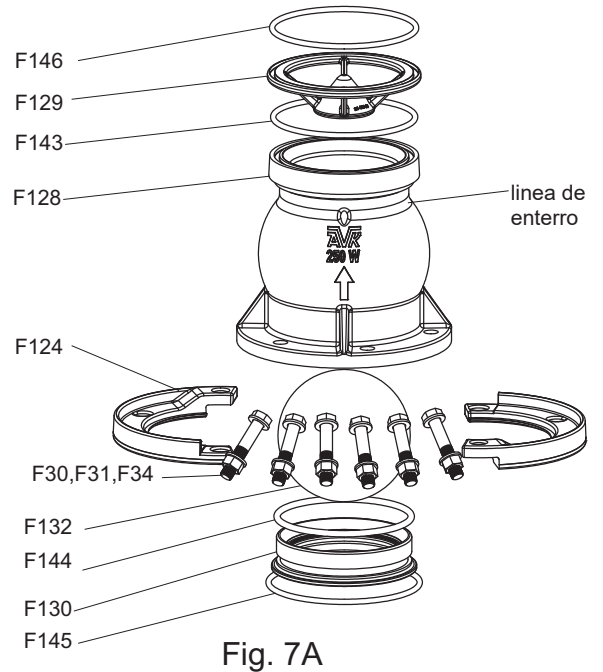

Fig. 7B
8. Monte con cuidado el conjunto de barril húmedo en el conjunto FlowGuard II con la brida rompible (F124) y móntelo con los accesorios de montaje como se muestra en la Fig. 7B y la Fig. 7C.